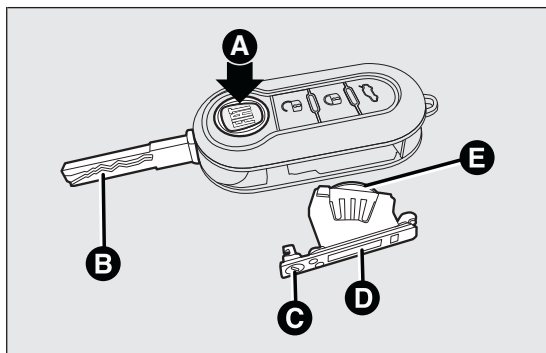

fig. 5
- appuyer sur le bouton A fig. 5 et mettre l'insert métallique B fig. 5 en position d'ouverture ;
- tourner la vis C fig. 5 sur  à l'aide d'un tournevis à pointe fine ;
- extraire le boîtier porte-batterie D fig. 5 et remplacer la pile E fig. 5 en respectant les polarités ;